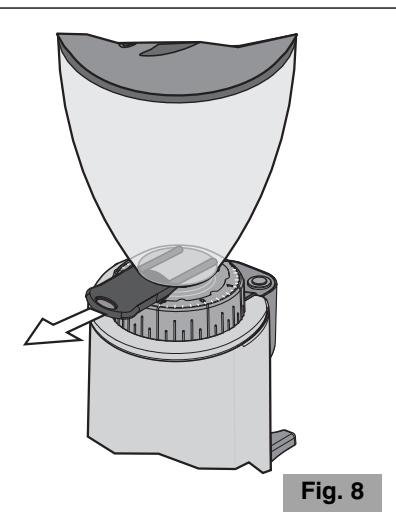

Fig. 8
**!** Accertarsi della completa apertura dell'otturatore della campana fino a fine corsa (ultimo scatto) (vedi Fig. 8).